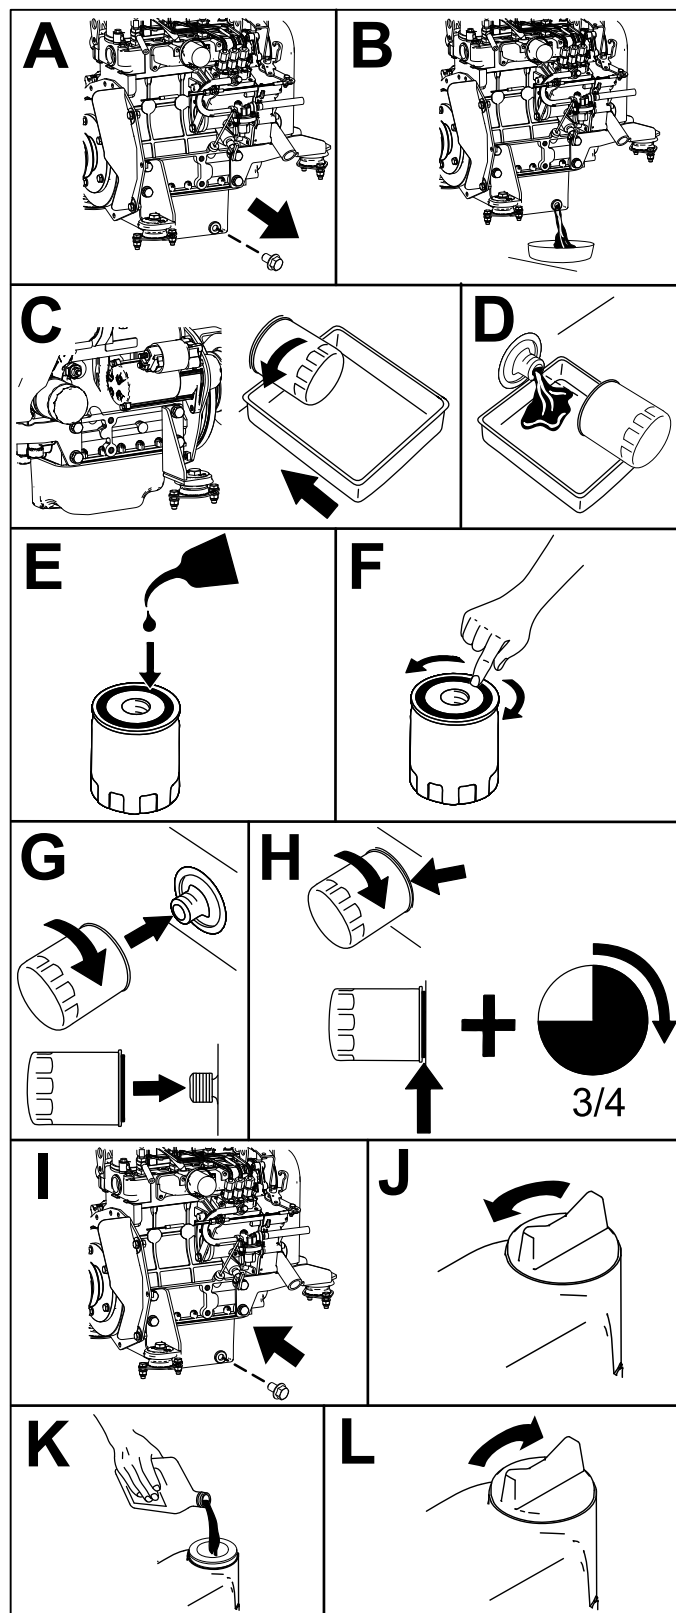

Figura 57
6. Cambie el aceite de motor y el filtro de aceite del motor, tal y como se muestra en la Figura 57.